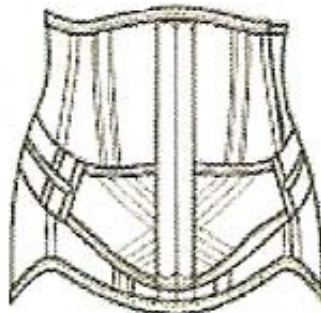

Figure 17 : Patte hypogastrique GM ⁽⁵⁶⁾
- Ceinture dont la partie antérieure comporte une patte hypogastrique grand modèle (GM). La patte est plus large et deux tirants élastiques se fixent de chaque côté. Le devant de la ceinture est souvent bombé afin de maintenir un ventre très fort et tombant ou une éventration importante (Figure 17) ;